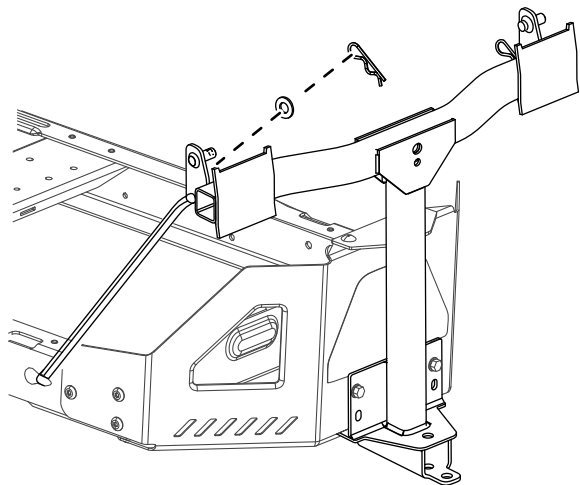

Figura 10
lado izquierdo del bastidor de la máquina, y mueva la varilla hacia atrás para encajarla en el bastidor (Figura 10).
5. Introduzca los extremos doblados de las varillas en la placa de enganche, como se indica en la Figura 10, y sujete el extremo de cada varilla con una arandela y una chaveta.